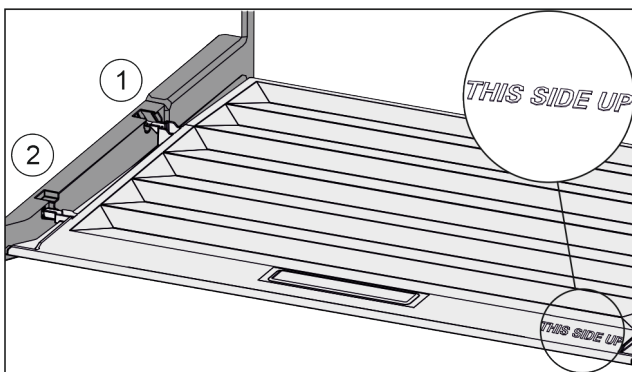

Fig. 43
- ▶ Пъхнете шийките на капака през отвора в задния държач Fig. 43 (1) и фиксирайте отпред в държача Fig. 43 (2).